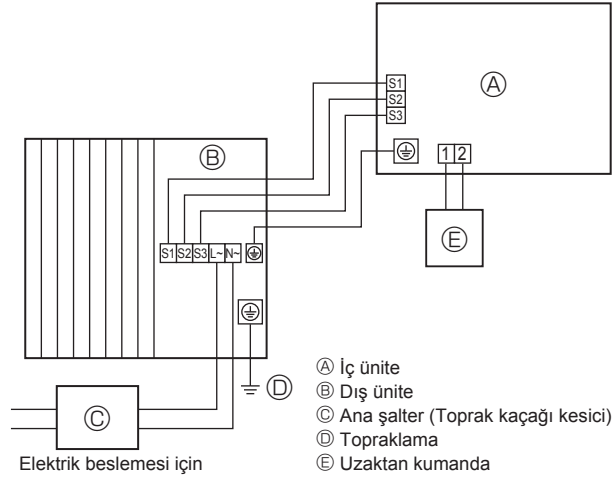
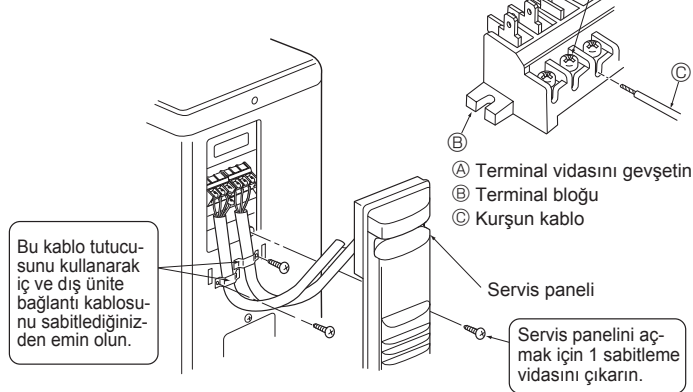
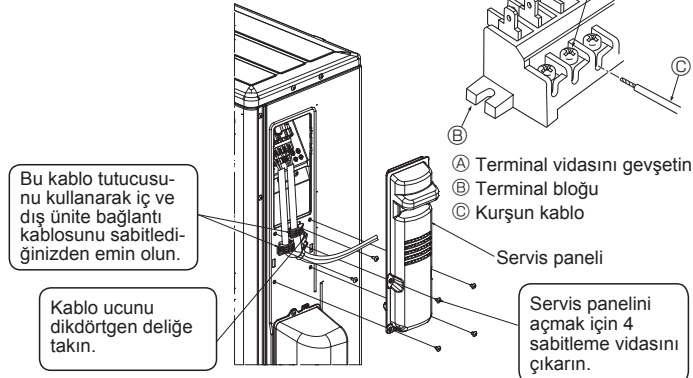
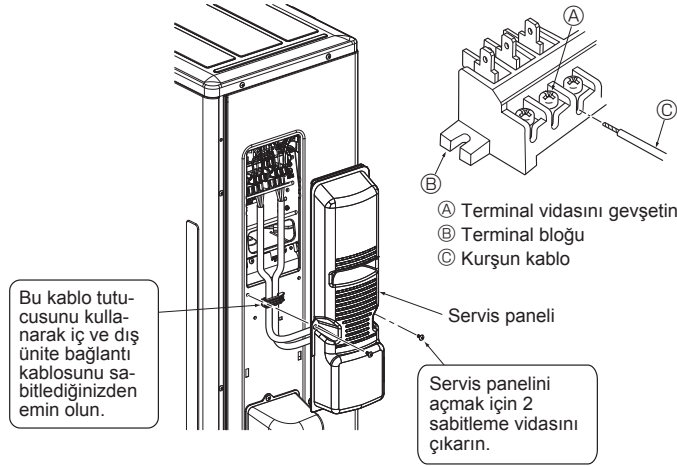

Fig. 6-1
Fig. 6-3
Fig. 6-4
Fig. 6-5
6.1. Dış ünite (Fig. 6-1, Fig. 6-2, Fig. 6-3, Fig. 6-4, Fig. 6-5)
- 2 Fig. 6-1, Fig. 6-2, Fig. 6-3, Fig. 6-4 ve Fig. 6-5'e bakarak kabloları döşeyin.